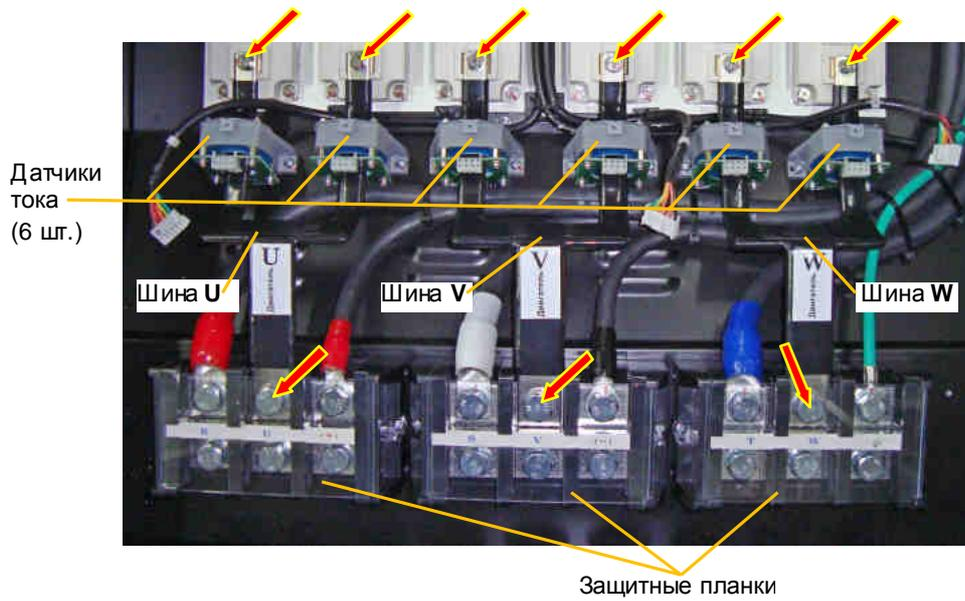

Рис. 6.12
6.9.4. Демонтировать 3 защитные планки силовых клеммных колодок. Демонтировать шины выходных каналов U, V, W (рис. 6.12) выкрутив 6 винтов крепления к модулям IGBT и 3 болта силовой клеммной колодки (рис. 6.12, красные стрелки). Положить винты и шины в тару.